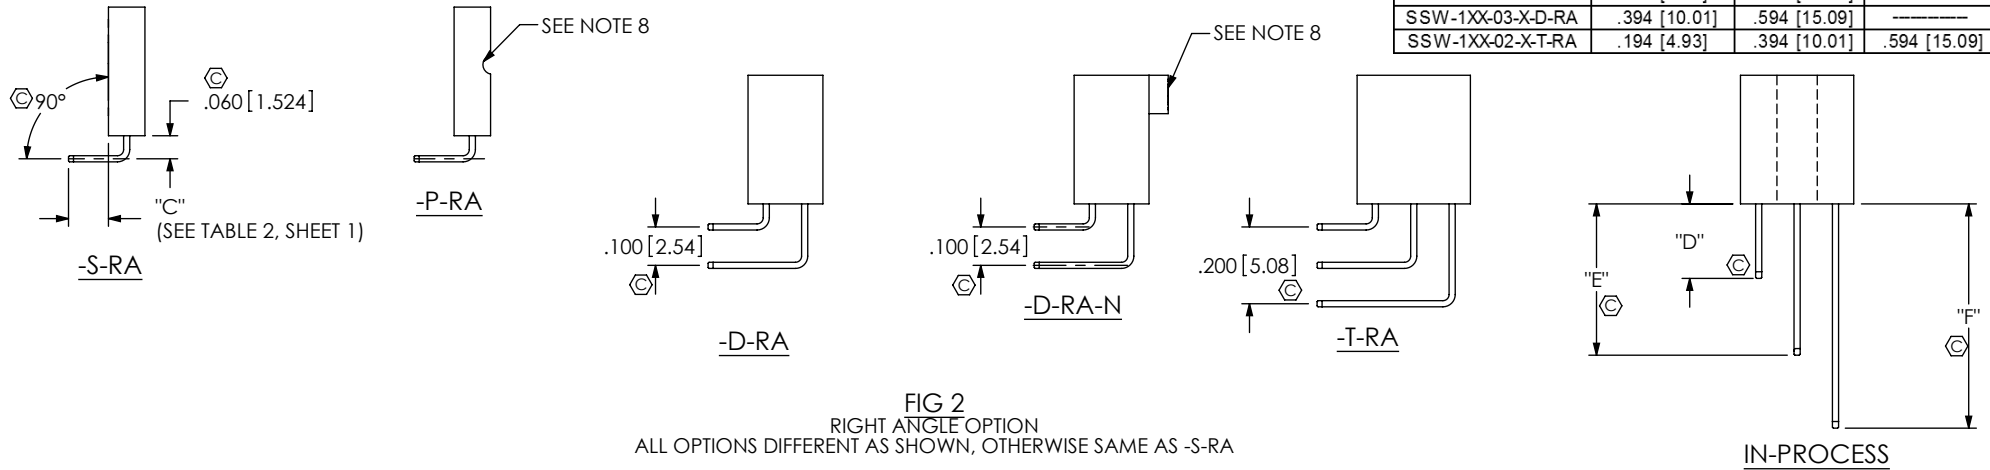

FIG 2
-RA: RIGHT ANGLE (SEE FIG 2, SHEET 2)